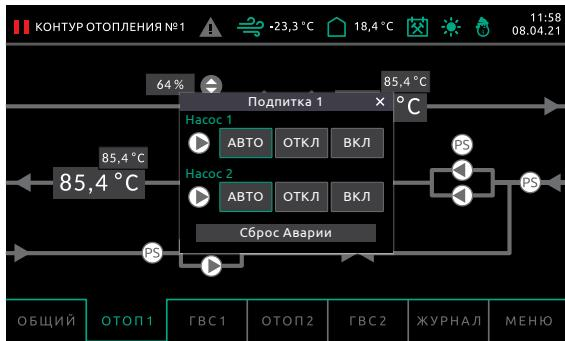

Рисунок 5.7 – Сброс Аварии
- При превышении заданного времени непрерывной работы насосы остаются, будет создано аварийное событие в Журнале событий. Напротив насосной группы появится соответствующий знак (см. таблицу 5.4). При нажатии на группу насосов появляется всплывающее окно с кнопкой сброса аварии насосов (см. рисунок 5.7).
Если хоть один из насосов остановлен по аварии, по нажатию на эту группу насосов отобразится всплывающее окно, в котором появится кнопка сброса аварии. Нажатие на кнопку сбросит аварию и позволит повторно запустить оборудование после устранения причины аварии (см. рисунок 5.7).